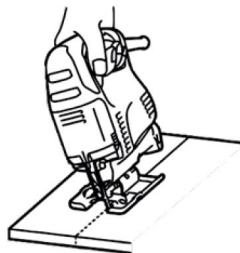

Рисунок 7. Схема різання виробом.
5.2.1 Різання заготовки на частини (рис. 7).